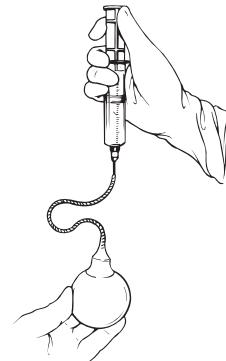

Figura 4-10
2. Sosteniendo el reservorio, acópale una aguja de punta roma de calibre 15 y una jeringa de 60 cc parcialmente llena con solución salina normal estéril (**Figura 4-10**).